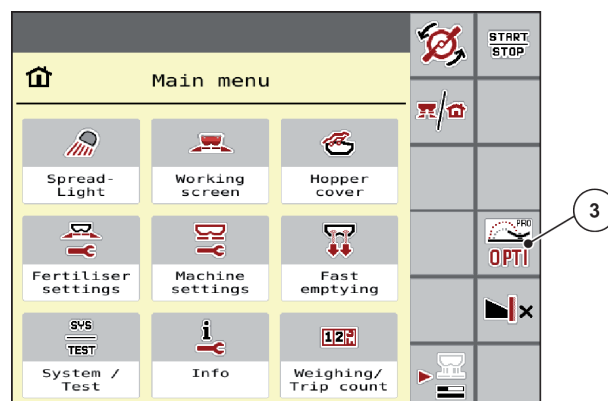

Fig. 15: OptiPoint aktiverat i huvudmenyn
- Tryck på funktionsknappen "OPTI" för att aktivera vändtegläget. Kan även aktiveras i huvudmenyn, se *Fig. 15 OptiPoint aktiverat i huvudmenyn*.